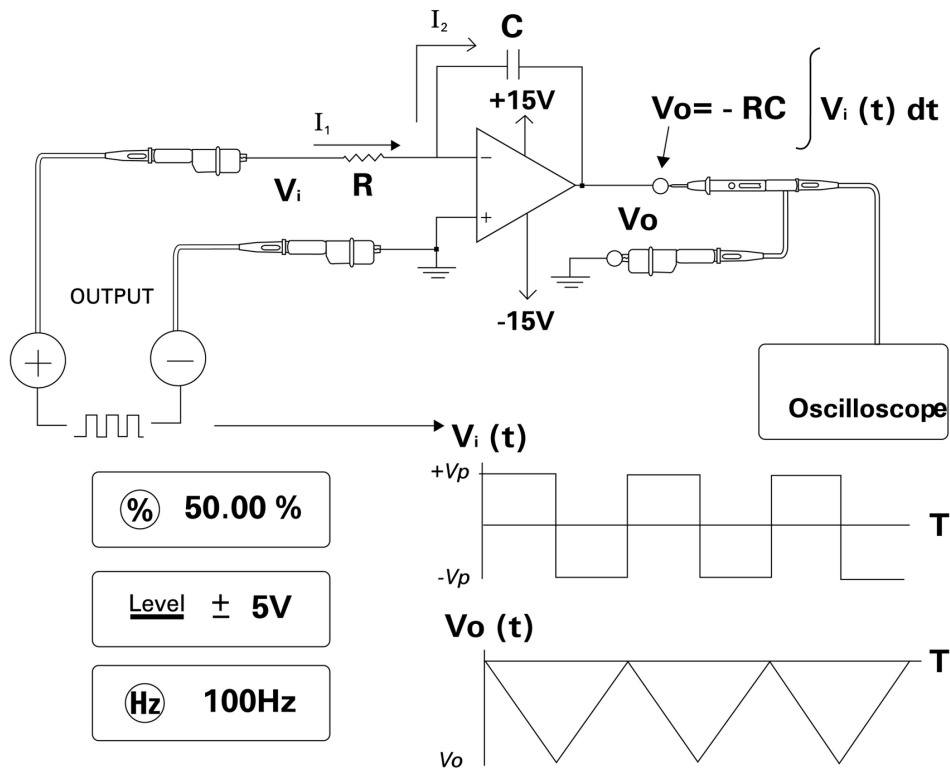

Figura 5-15 Conversão de onda quadrada para onda triangular
O circuito integrante da **Figura 5-15 na página 112** produz uma tensão de saída proporcional ao integral da tensão de entrada.
- 3 Conecte o amplificador operacional como na **Figura 5-15 na página 112**.